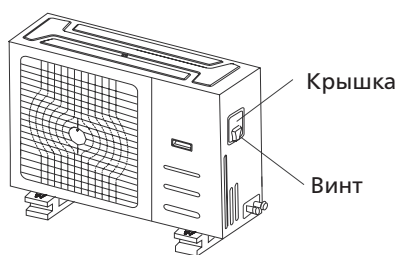

Рис. 8.1
- 2. Снимите крышку распределительной коробки наружного блока. Если на вашей модели нет такой крышки, отверните винты на сервисной панели и снимите с нее кожух (см. рис. 8.1).